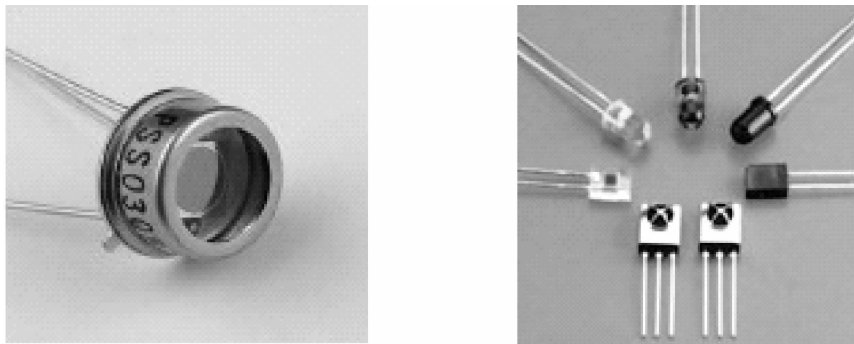

图 1-1-6 光电二极管
(1) 按制造工艺分类
- ① 点接触型：PN 结接触面积较小，工作电流小，常用于高频小信号电路。
- ② 面接触型：PN 结接触面积较大，工作电流大，常用于低频大信号电路。
- ③ 平面型：PN 结接触面积较大，工作电流大，常用于大功率的信号电路。
(2) 按制造材料分类 可分为硅二极管和锗二极管。硅二极管的热稳定性较好，锗二极管的热稳定性相对较差。
(3) 按用途分类 可分为整流二极管、稳压二极管、发光二极管、光电二极管和变容二极管等。
① 光电二极管：光电二极管的结构与普通二极管相似，但在它的 PN 结处，通过管壳上的玻璃窗口能接收外部的光照(图 1-1-6)。